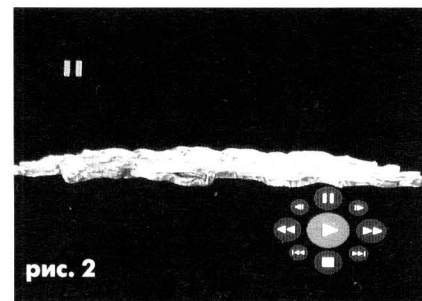

рис. 2
1. Необычный синий цвет свечения 6-разрядного индикатора, а также синяя подсветка лотка диска и джойстика на передней панели плеера. Приятно удивило наличие виртуальной панели управления (**рис.2**).